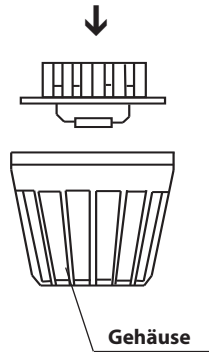

Abb. 8
3. Föhren Sie die Föhlerkabel durch das gebohrte Loch und schließen Sie die Föhlerleitung gemäß Abb. 8 an.